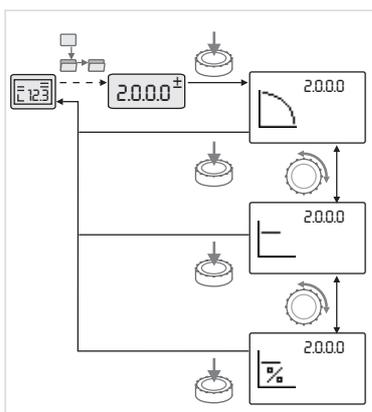

Fig. 39: Inställning med återgång till statussidan
- Efter att värdena under <1.0.0.0>, <2.0.0.0>, <3.0.0.0>, <5.7.7.0> och <6.0.0.0> har ändrats återgår indikeringen till statussidan (Fig. 39).